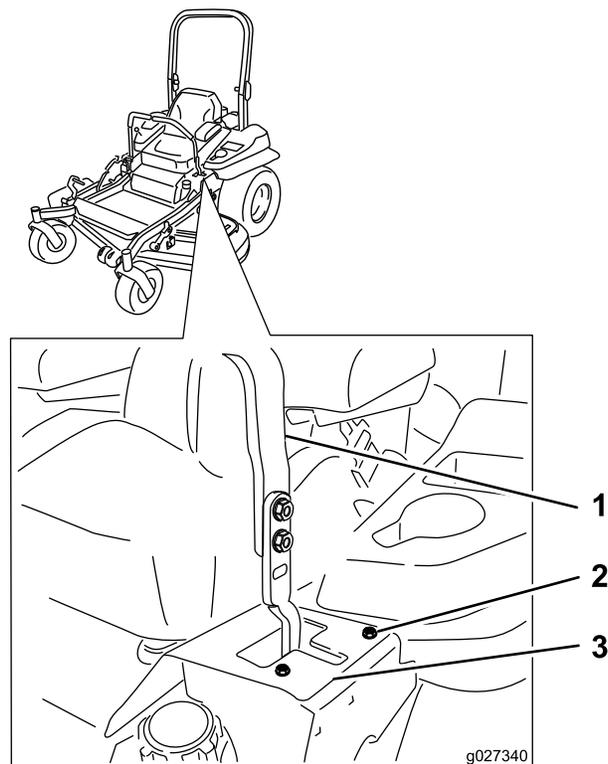

Figura 66
6. Se la macchina tende a destra, allentate i bulloni e regolate la piastra della battuta sinistra spostandola indietro sulla fessura a T sinistra finché la macchina non procede in linea retta (Figura 66).
7. Se tende a sinistra, allentate i bulloni e regolate la piastra della battuta destra spostandola indietro sulla fessura a T destra finché la macchina non procede in linea retta (Figura 66).
8. Serrate i bulloni della piastra della battuta (Figura 66).